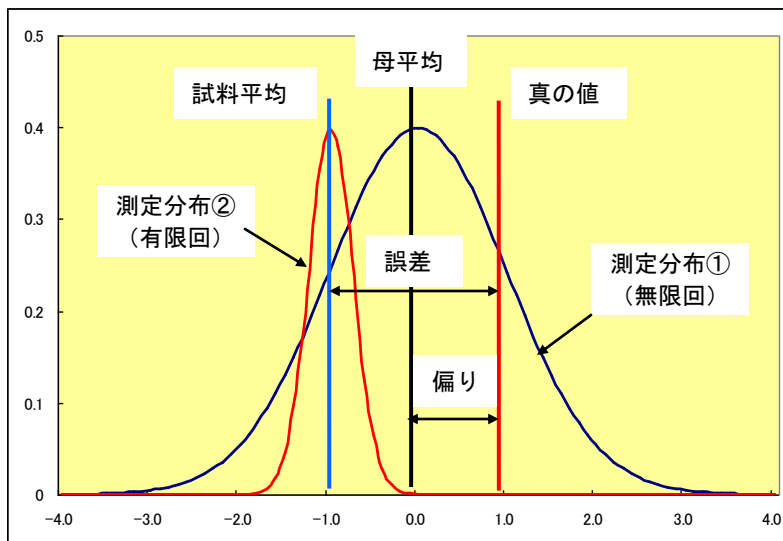

図1 よく管理された測定結果の分布の一例
前回の小欄では、「誤差」は「測定値」から「真の値」の値を差し引いた値であることをご紹介いたしました。「真の値」は実際には知ることはできないのですが、私たちは、なんとか計測器の測定結果からこの「真の値」を導きだそうとします。この関係を考えるとき、例えば図1のような形の関係図を描くことができます。
一般的に、よく管理された測定の結果は正規分布することが知られています。仮に、測定回数を限りなく増やすことができた場合、その分布は図1の測定分布①のようになります。このとき、分布のピークに当たる点が母平均となりますが、この母平均は実際には「真の値」とは必ずしも一致しません。理由は、a)計測器
そして、実際の測定は3回、あるいは10回というように限られた回数しか実現できないという場合がほとんどです。このときに抽出されたサンプルは図1の測定分布②のようになります。結果として、私たちは実際の測定によって得られる試料平均の値を基にして、ここから「真の値」にできるだけ近いと思われる測定結果を導き出さなくてはならないということになります。